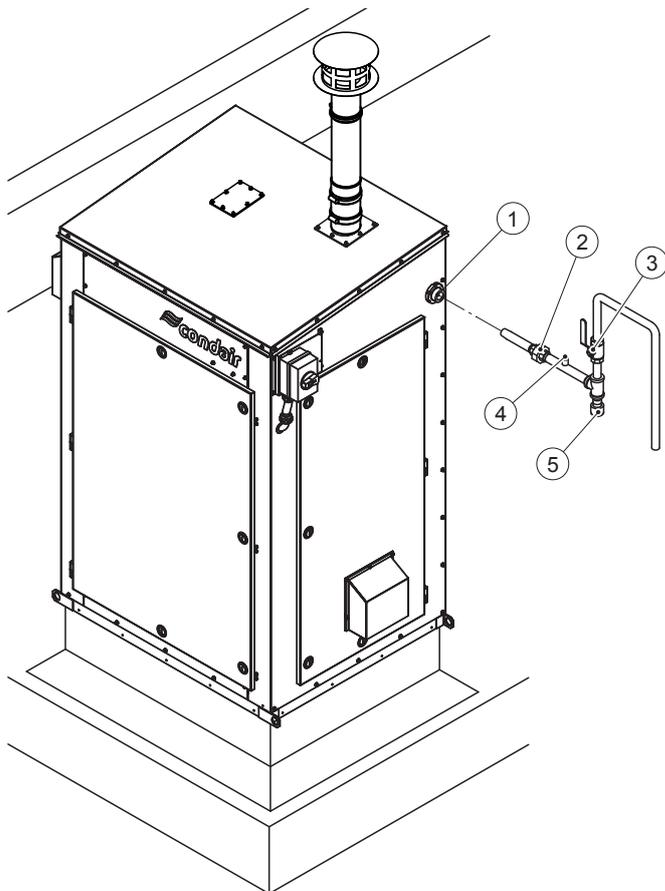

Fig. 15: Vue d'ensemble de l'installation de la conduite de gaz
La conduite d'alimentation en gaz doit être installée conformément à la Fig. 15 à la page 46 et aux codes locaux applicables à l'installation des conduites d'alimentation en gaz. En outre, les exigences suivantes doivent être satisfaites :
- Un robinet d'arrêt de gaz manuel certifié (voir article 3 dans la Fig. 15 à la page 46) doit être installé immédiatement en amont de l'humidificateur. Un dispositif de coupure du gaz à actionnement thermique peut également être installé en amont de l'humidificateur. Installez un tel dispositif en respectant tous les codes et règlements locaux.